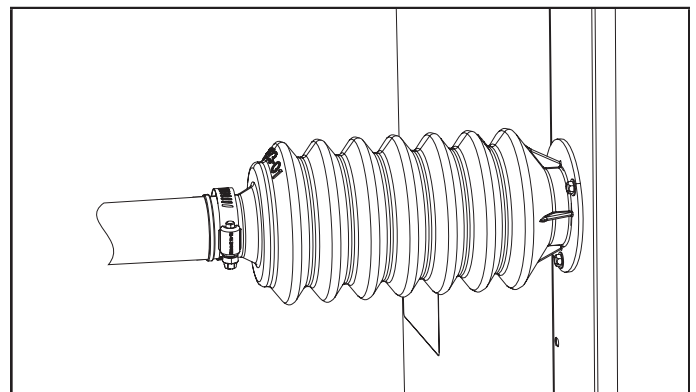

FIGURA 9. Colocación de la abrazadera de banda sobre el manguito
- 3 - Coloque la abrazadera de banda como se muestra en la figura 9 y apriete a 35 pulg.-libras para sellar el manguito a la línea.
- 2 - Coloque la abrazadera de banda como se muestra en la figura 9 y apriete a 35 pulg.-libras para sellar el manguito a la línea.
Conecte el drenaje principal de tal manera que quede orientado hacia abajo hasta la línea o el sumidero de drenaje. No conecte el drenaje a un sistema de residuos cerrado. Consulte la figura 9 para ver la configuración típica de la trampa de drenaje.